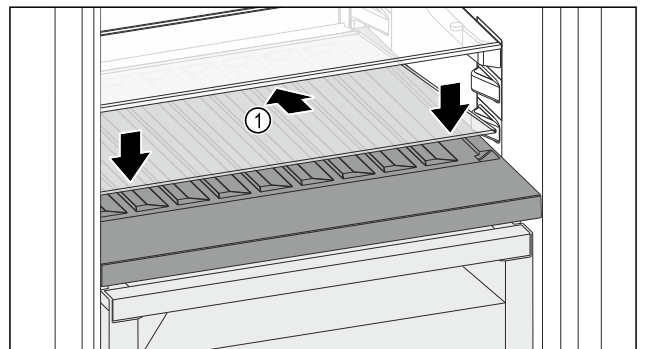

Fig. 136
- ▶ 向后下方倾斜放置玻璃隔板 Fig. 136 (1)。
- ▶ 放低玻璃隔板 Fig. 136 (1) 前部。